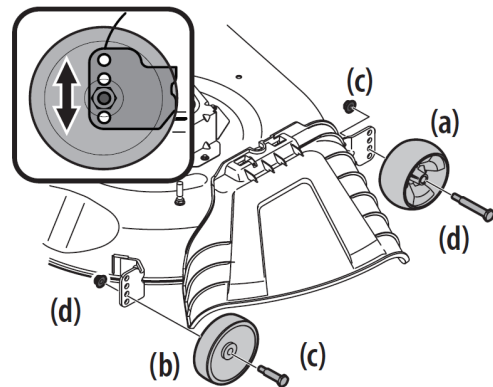

Figure 20
- b. フロント (a) とリア (b) のデッキホイールを次の方法で取り外します。フランジロックナット (c) とショルダーボルト (d) の取り外し それらをデッキに固定します。図20を参照。